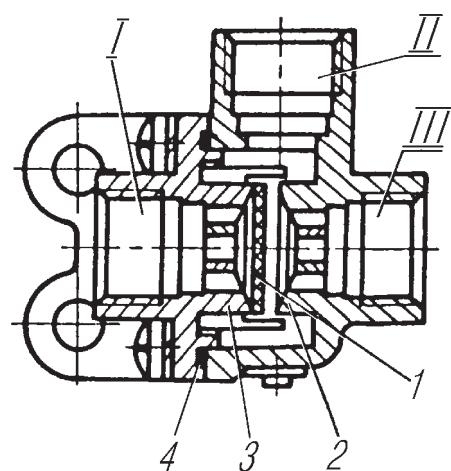

Рис. 79. Клапан двухмагистральный перепускной:
**Двухмагистральный клапан** (рис. 79) служит для подачи воздуха к клапану прицепа при пользовании кнопкой крана отключения тормозов прицепа.